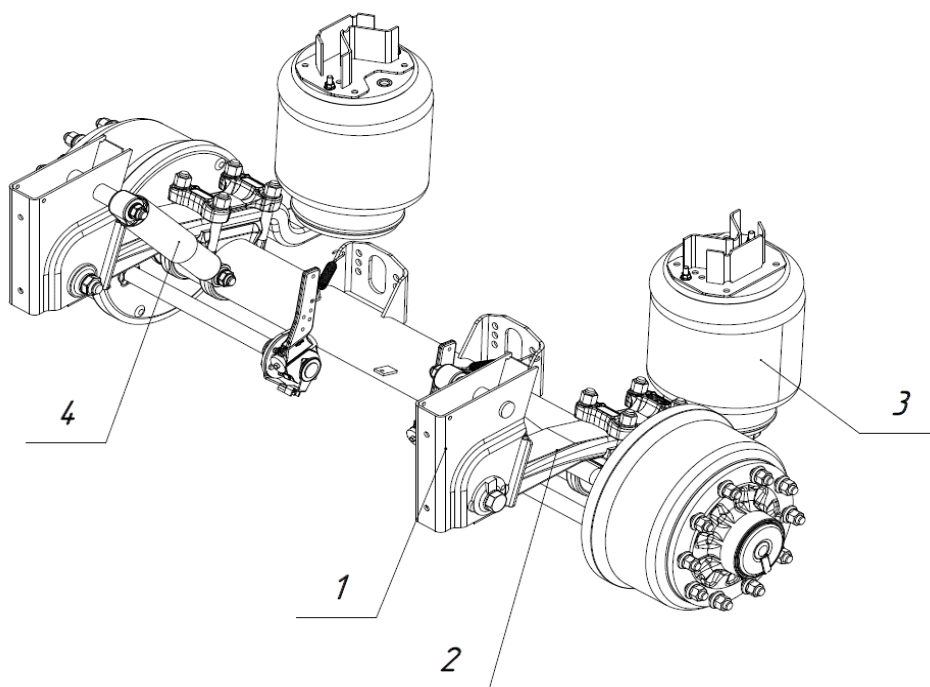

Рис. 2.6 - Осовой агрегат на пневмоподвеске
Пневматическая подвеска (см рис. 2.6) состоит из кронштейнов подвески (1), рычагов (2), амортизаторов (4), пневмобаллонов (3) и пневмосистемы, состоящей из накопительных ресиверов, клапанов, датчиков уровня и трубопроводов подачи воздуха к пневмобаллонам.